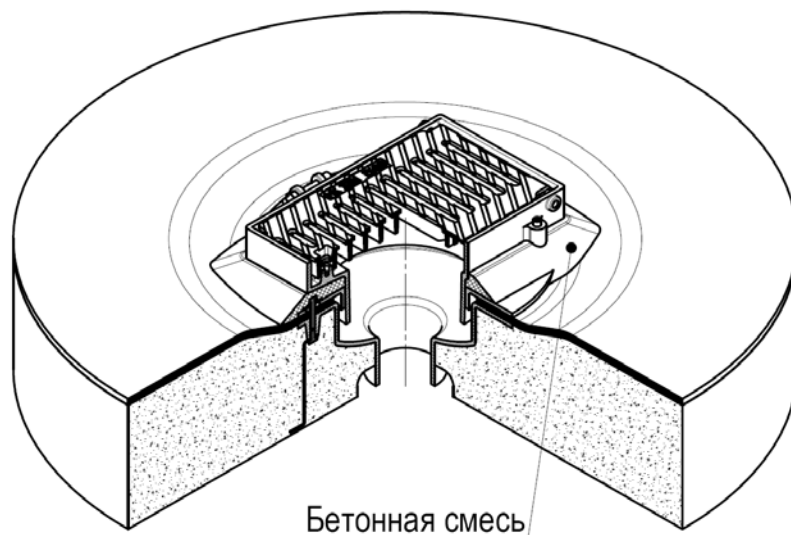
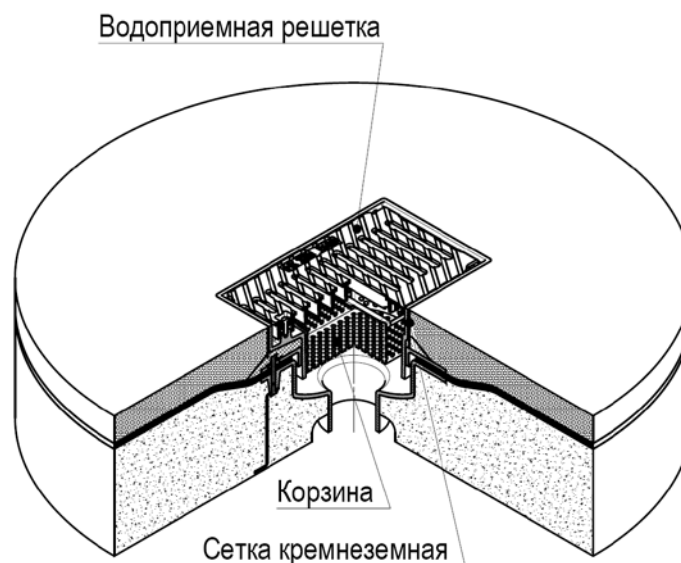

Рис. 4. Установка верхнего корпуса трапа мостового ж/б 340x530
Рис. 7.
3) на следующей стадии устанавливают верхний корпус трапа на зажимное кольцо (см. рис. 4) и проводят регулировки, предусмотренные конструкцией изделия.
4) следующим этапом заполняют пространство между верхним корпусом трапа и основанием - бетонной смесью, тем самым жестко фиксирую конструкцию трапа на основании (см. рис. 4). Далее по периметру боковых стенок трапа устанавливают кремнеземную сетку КС-11ЛА-2,0-ТО либо КС-11ЛА-1,5-ТО с размером ячейки 2 и 1,5 мм соответственно, для защиты дренажных отверстий от засорения при устройстве примыкающего к трапу асфальтобетонного покрытия. Сетка устанавливается на 10 мм ниже верхней кромки верхнего корпуса трапа на всю высоту до бетонного основания (см. рис. 7).
Одним из главных условий нормального функционирования мостового трапа является регулярная проверка и очистка водоприемной решетки, мусоросборной корзины и внутренней полости трапа от скопившегося мусора (см. рис.7) . Периодичность проверок и очисток определяется местными условиями эксплуатации, но не реже одного раза в квартал.